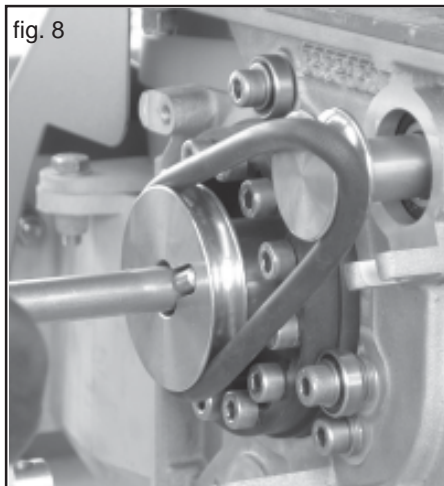

fig. 8
- Zum Abschalten der Rührwelle den Rundriemen ueber die Kante der Antriebsscheibe heben (Abb. 8) und auf der Gegenseite das Dosierrad leicht in Foerderrichtung drehen.